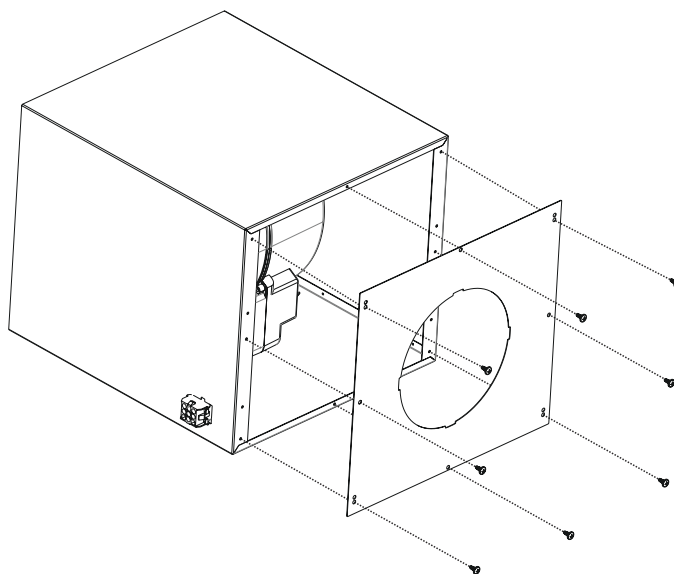

Fig. 22
4. → Brug nu 1 stk adapterplade med rundt hul til at lukke motor-kabinettets åbne ende og skru den fast vha. 8 skruer (Fig. 22).